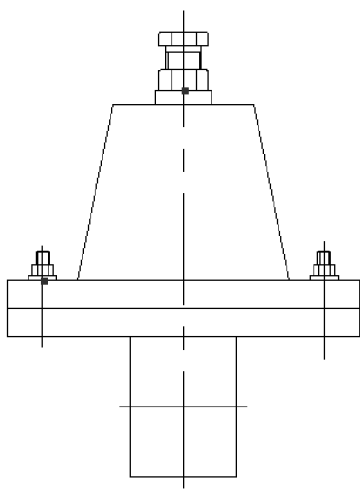

图 10-16 进行螺栓的“重合”约束
3) 单击【修改】工具栏 | 【镜像】按钮或在命令行执行“MIRROR/MI”命令，选择对象为“螺栓”块，指定镜像线的第一点与第二点分别为中间垂直构造线的两端点，选择不删除镜像源，结果如图10-16所示。